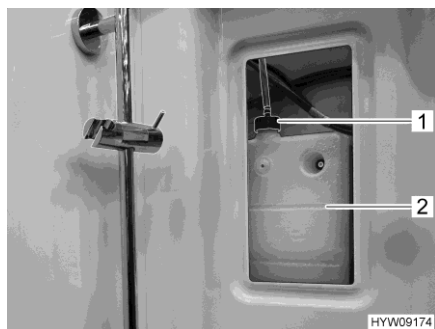
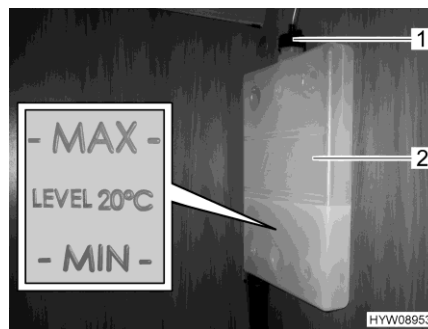

Bild 228 Expansionsbehållare (varmvatten-värmesystem)
Bild 229 Markering "MIN/MAX"
- Ta bort skyddet för expansionsbehållaren (Bild 228,2) till höger uppe i duschen.
- Kontroll av vätskenivå utförs på expansionsbehållaren (Bild 229,2), nivån skall ligga mellan markeringarna "MIN" och "MAX" (Bild 229).
- Vredet (Bild 228,1 eller Bild 229,1) på expansionsbehållaren öppnas.